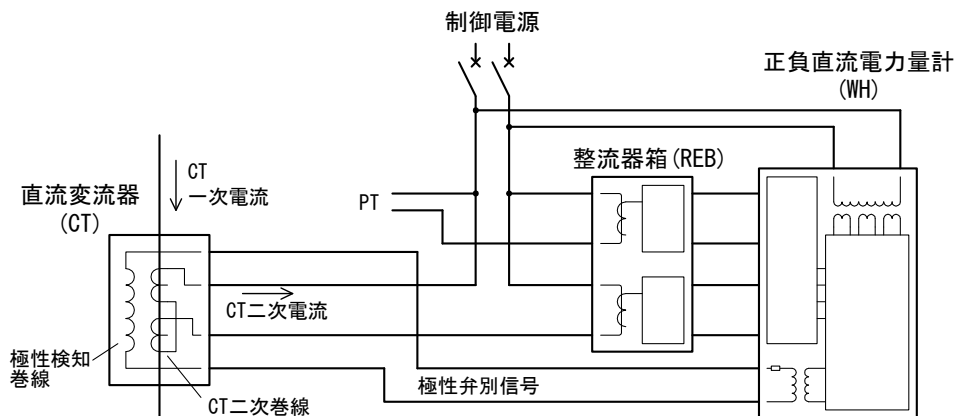

図 1-2 正負直流電力量計の構成例
正負直流電力量計の構成例を図 1-2 に示します。この構成では、CT 二次電流を整流器箱 (REB) にて変換して正負直流電力量計 (WH) へ入力します。CT の極性弁別信号は直接正負直流電力量計 (WH) へ入力します。この正負直流電力量計 (WH) の型式は EW-3E 型や EW-3EA 型です。詳細は別途正負直流電力量計の取扱説明書を参照ください。